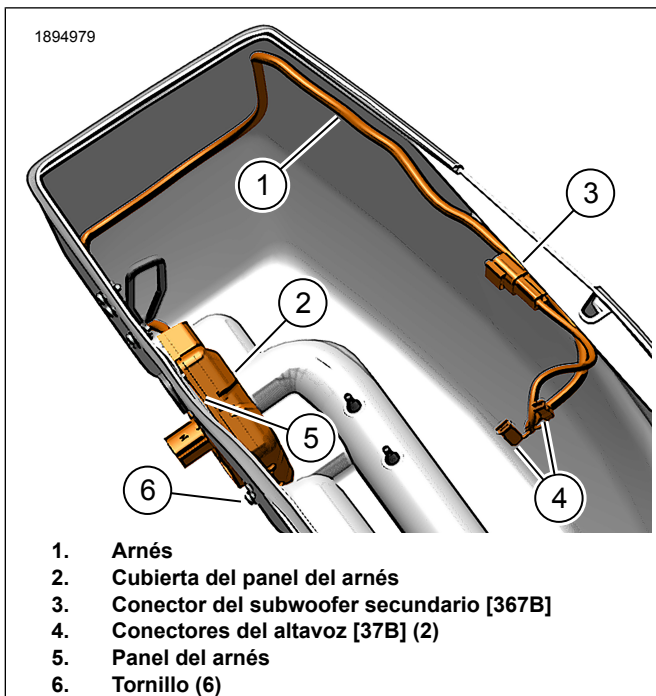

Figura 3. Panel del arnés del amplificador
- Figura 3 Instale el panel del arnés (5).
- Instale los tornillos (6). Apretar.
5. Figura 3 Instale la cubierta del panel del arnés (2).
6. Figura 3 El arnés interior se enrutará como se muestra. Se utilizarán anclajes/correas de cables y guías de cables cuando se instale el kit de subwoofer.